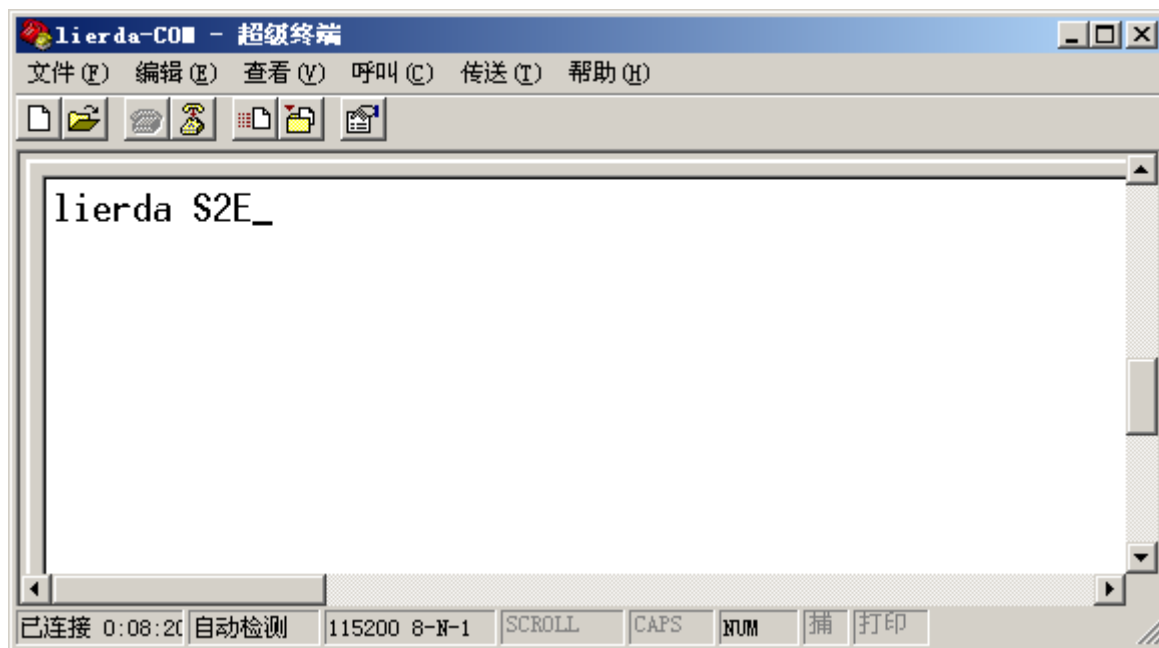

图 7.8 COM 终端接收数据
- ②交换顺序，在 lierda-TCP 终端中输入一些数据（比如：lierda S2E），此时在 lierda-COM 终端窗口中会显示我们刚才输入的数据。如图 7.8 所示：